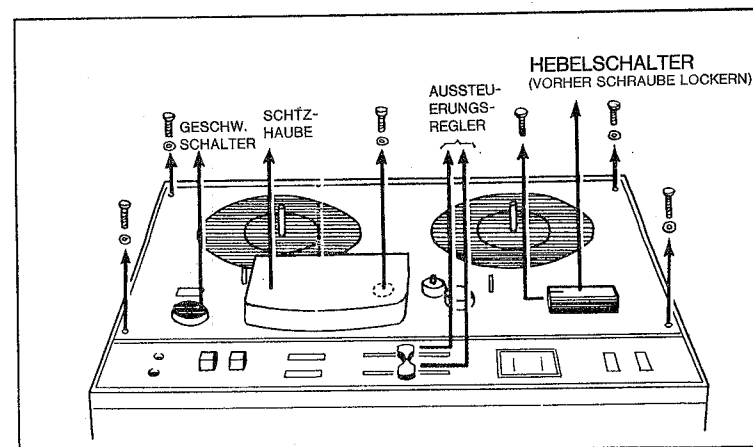

Abb. 10 Abnehmen der Deckplatte
- (a) Deckplatte abnehmen, wie Abb. 10 zeigt.
(2) Man entfernt nun die Deckplatte, wie in Abschnitt "Pflege und Wartung" beschrieben und in Abb. 10 erläutert.